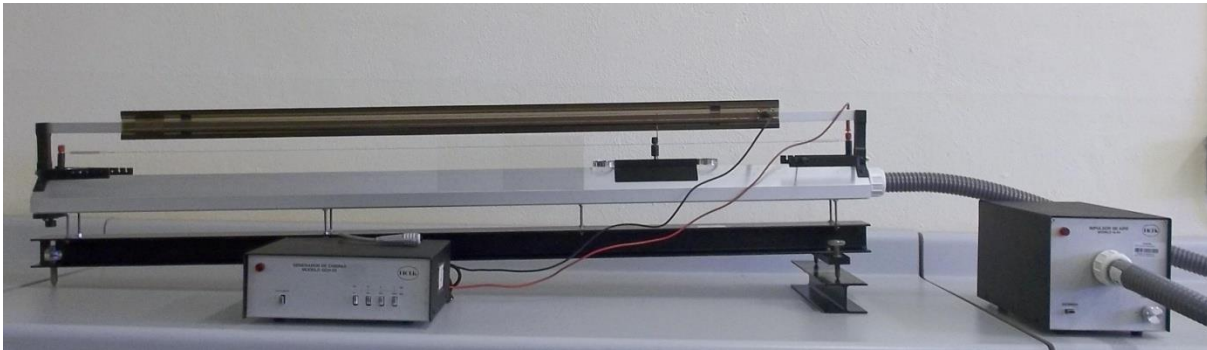

Figura 3. Instalación del equipo
1. Instale el equipo como se muestra en la figura 3.